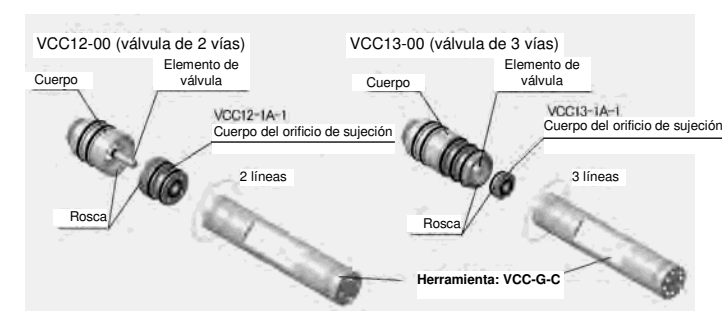

Figura 13
- Desatornille y separe el conjunto del cuerpo del orificio del cuerpo de la válvula, utilizando la herramienta VCC-G-C y asegurándose de que utiliza el extremo apropiado dependiendo del tipo de válvula. Véase la Figura 13